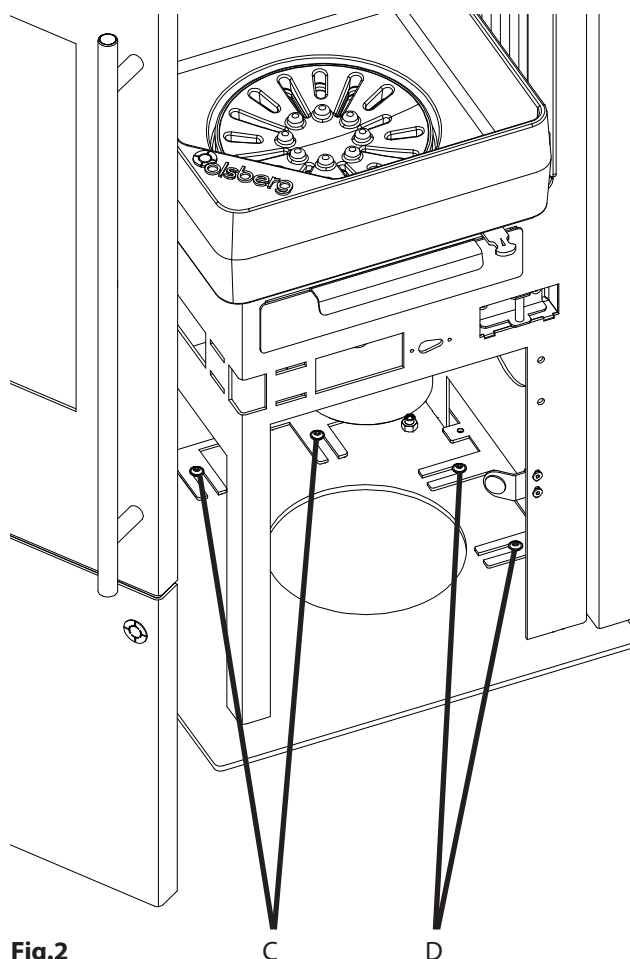

Fig.2
- Desserrer les vis de fixation (C) de la paroi arrière et les vis de fixation (D) de la paroi latérale situées en bas de l'appareil (max. 2 tours, voir Fig.2).